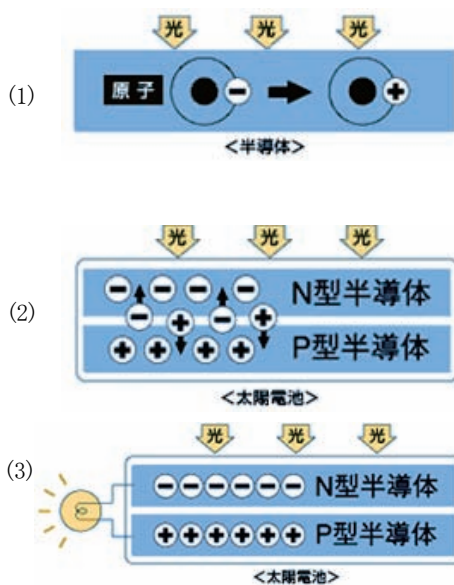

図1 太陽光パネルの発電イメージ
半導体に光があたると、「+」の粒子（正孔）と「-」の粒子（電子）が発生します。[図1 (1)]
太陽光パネルはN型半導体とP型半導体の2種類で構成されています。N型半導体は「-」、P型半導体は「+」が集まる性質も持つので、光があたって発生した粒子は、それぞれの半導体に集まります。[図1 (2)]
「+」に帯電したP型半導体と「-」に帯電したN型半導体をつなぐと電気が流れます。（乾電池の「+」と「-」をつなぐのと同様です）[図1 (3)]